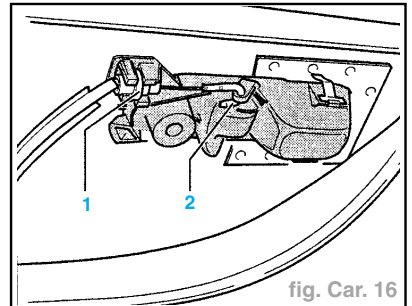

fig. Car. 16
- Déclipser le revêtement de porte (1) à l'aide de la pince de démontage 3392.
- Retirer le câble Bowden de la commande de porte. A cet effet, déclipser la gaine (1) et détacher le crochet (2) (fig. Car. 16).